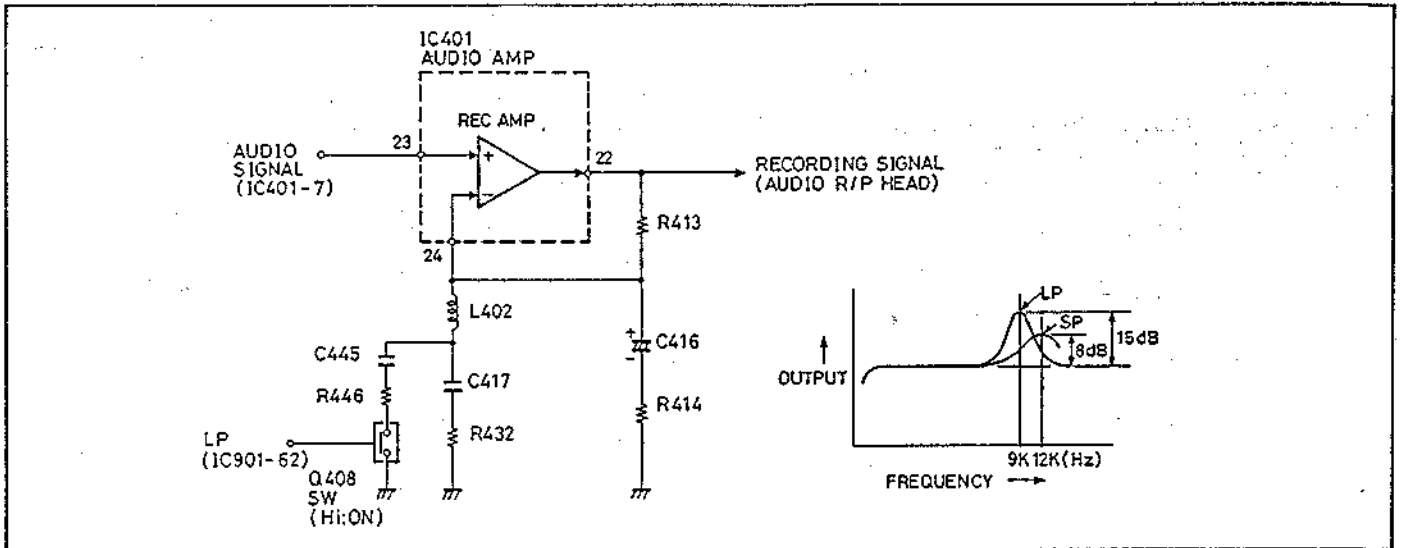

Abb. 6.5 Aufnahmeentzerrer
(2) Aufnahmeverstärker (REC AMP) und Aufnahmeentzerrer (Abb. 6.5)